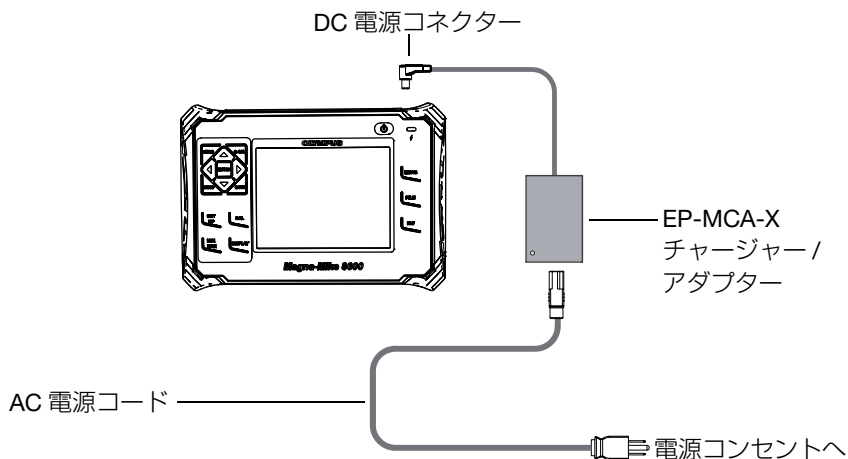

図 1-8 チャージャー/アダプターの接続
1. チャージャー/アダプタに AC 電源コードを接続した後、適切な電源コンセントに接続します（32 ページ図 1-8 参照）。